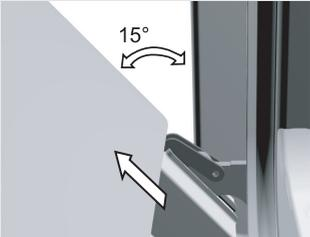

Abb. 3
- Entfernen Sie die innere, dritte Glasscheibe (nur bei einigen Modellen), indem Sie die Glasscheibe leicht anheben und sie herausziehen. Entfernen Sie auch den Gummi von der Glasscheibe (Abb. 3).
- Machen Sie darauf langsam die Tür zu, damit die Sperren auf den Halterungen aufsitzen. Heben Sie die Tür unter einem Winkel von ungefähr 15° (in Bezug auf die geschlossene Tür) ein wenig an und ziehen Sie sie aus beiden Scharnierhalterungen heraus (Abb. 3).